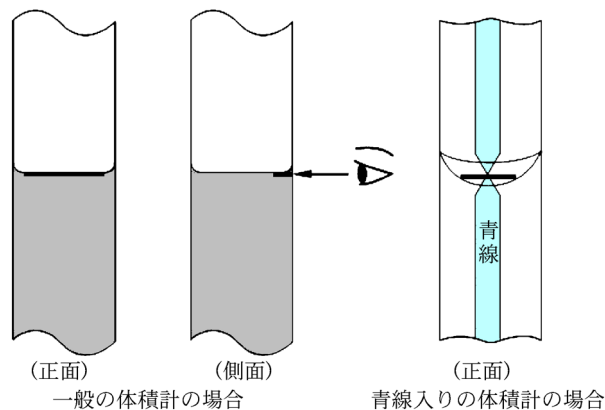
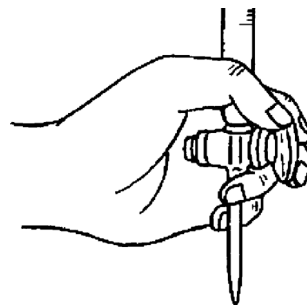

図1 標線の見方¹⁾
図3 活栓の持ち方
- (1) 採取する液で共洗いを。液を吸い上げるときはピペットの先端が液面より2~3 cm程度下にあることを常に確認すること。
- (2) 液を標線の少し上まで吸い上げ、吸い上げボタンを離してから先端を液面から上げる。
- (3) ピペットをほぼ垂直に保ち、図1に従い標線とメニスカス（液面の曲線）の底部を合わせる。このときピペッターのボタンの押し間違えに注意すること。また容器の内壁にピペットの先端を軽く触れさせておくこと液の流れがスムーズになる。
- (4) 分取先の容器にピペットを移動し、先端を容器の内壁に軽く触れさせながら自然落下の速度で液を排出する。
- (5) ピペット内の液面の移動が止まり排出が終了したら、ピペッターの機能を使って先端の残液を押し出す。もしくはピペッターを外してピペットの上部を指で塞ぎ、球部を反対の手で温める。こうすることで内部の空気が暖められ膨張して残液を押し出すことができる。
滴定に欠かせない体積計が活栓付きビュレットである。活栓部分が磨りガラスの場合は潤滑剤で滑りをよくするが、塗りすぎると穴を塞いだりコンタミネーションの原因となるので注意が必要である。使用前には共洗いをしスタンドに垂直にセットする。液は漏斗などを用い目盛りゼロより少し上まで入れ、気泡が混入していないのを確認する。活栓は回す側だけを動かすと誤って引き抜いてしまう可能性があるため、図3のように持つとよい。目盛りの読みはホールピペットの標線の合わせ方と同様であるが、図1のように青線が入っているビュレットの場合は青線がくびれて見えるところに合わせる。また目盛りは最小目盛りの十分の一まで読む。新しく滴定をするときは、新たに液を供給し目盛りゼロに合わせてから行う。